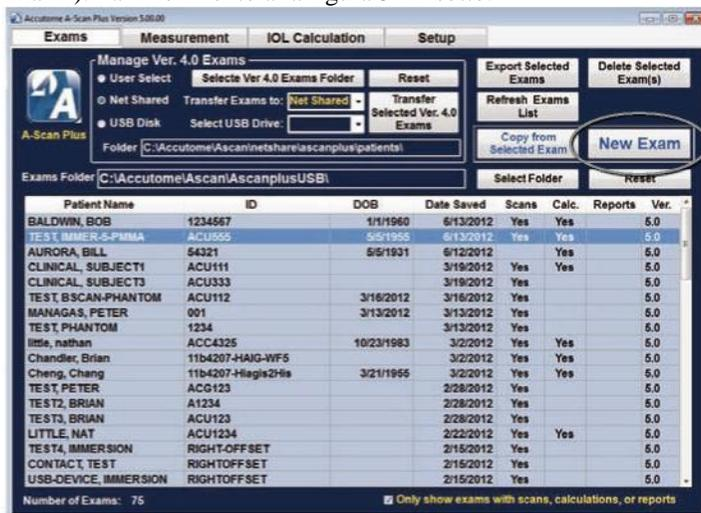

Figura 3-11 Schermata principale Inizio nuovo esame
1. Nella Schermata Esame Accutome, fare clic su "Nuovo esame" ("New Exam"). Far riferimento alla figura 3-11 sotto.